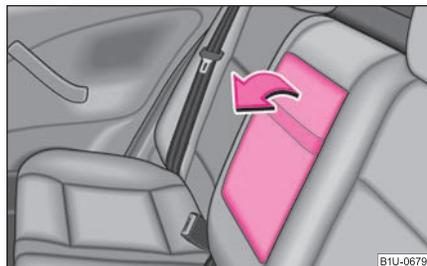

Fig. 96 Sièges AR: Accoudoir
- On peut abaisser l'accoudoir dans le sens de la flèche au moyen de la sangle ⇒ fig. 96.